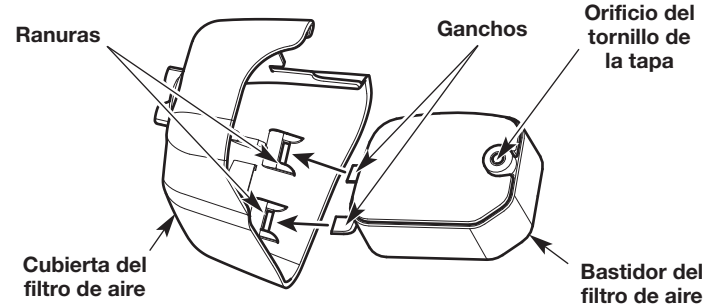

Fig. 12
7. Inserte los ganchos del alojamiento del filtro de aire dentro de las ranuras de la tapa del filtro de aire (Fig. 12).
8. Debe girar la tapa del filtro de aire hacia la derecha y alinear el tornillo de la cubierta con el orificio destinado a dicho tornillo (Fig. 12). Apriete el tornillo de la tapa para sujetar dicha tapa.